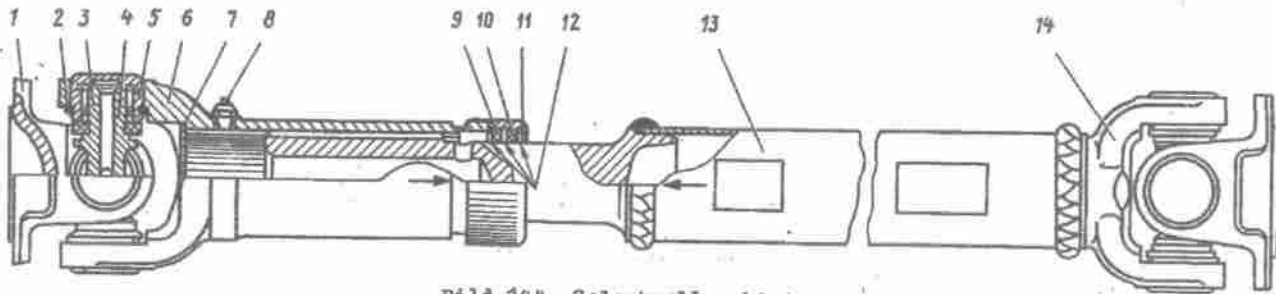

Bild 144. Gelenkwelle, hintere:
Die Kraftübertragung zu den Antriebsachsen ist über offene Gelenkwellen verwirklicht (Bild 144 und 145). Jede der Gelenkwellen ist mit einer beweglichen Keilwellenverbindung und je zwei Kreuzgelenken ausgeführt.
1. Fassung 11 (Bild 144) der Stopfbuchsendichtung der Keilwellenverbindung herausdrehen (vorher an den Körnungstellen ausrichten) und Dichtung schrägseitig verschieben.
Keilwellenverbindung der Welle lösen, Ringe 8, 10, 12 und Fassung 11 (Bild 144) abnehmen.
1. Fassung 11 (Bild 144), Gumming 9, Filzring 10 und Schlitzringe 12 auf den Keilwellenzapfen der Gelenkwelle aufsetzen.